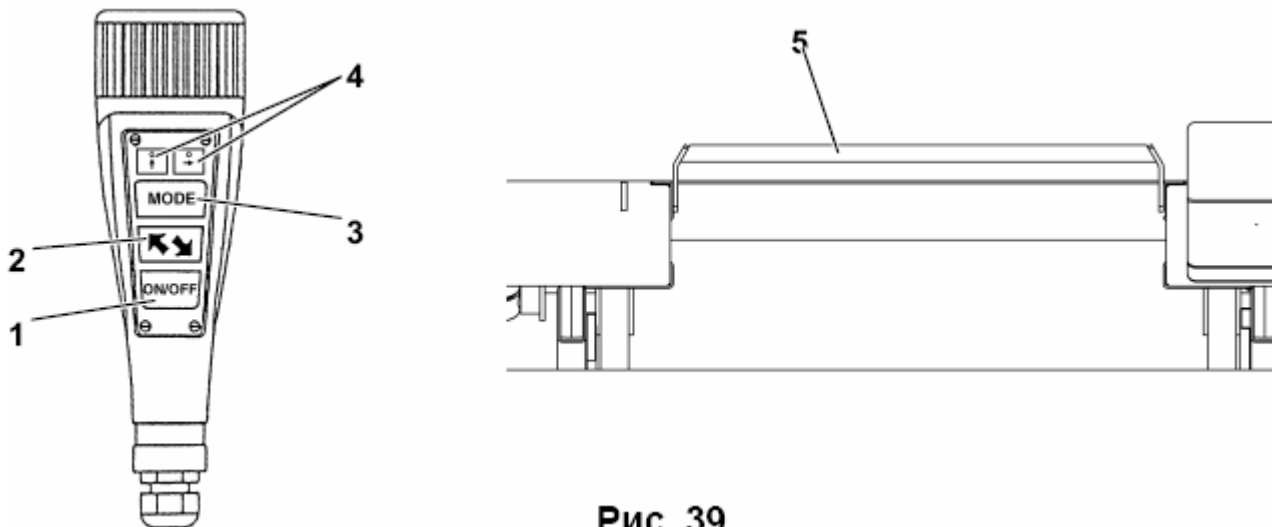

Рис. 39
Включение (см. Рис. 39) – Установите главный выключатель в положение 1 и нажмите кнопку (1): загорится свет и запустится гидроблок управления.
Включение (см. Рис. 39) - Установите главный выключатель в положение 1 и нажмите кнопку (1): загорится свет и запустится гидроблок управления.